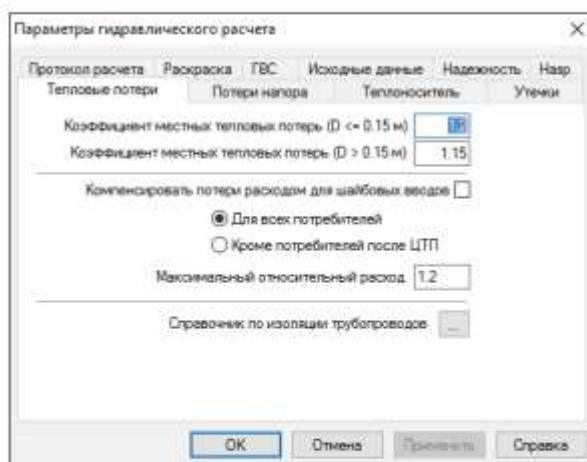

Рисунок 9.2. Окно настроек расчетов
3. Далее нажмите кнопку **Настройки**, откроется диалог настройки расчетов для выбранного слоя (смотрите Рисунок 9.2, «**Окно настроек расчетов**»).